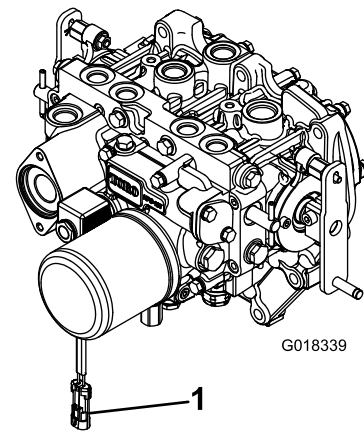

Figure 3
2. Débranchez le connecteur du faisceau de câblage du connecteur de la bobine d'électrovanne (Figure 3).
- 8. Après avoir accouplé l'autre extrémité de l'arbre d'entraînement à l'arbre du boîtier d'engrenages de l'accessoire, branchez le connecteur du faisceau de câblage au connecteur de la bobine d'électrovanne de PDF (Figure 3).